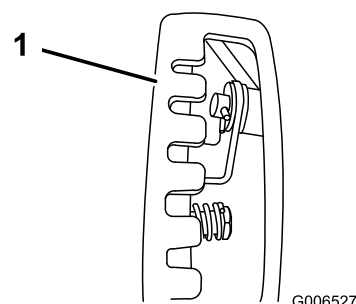

Figure 14
**Remarque:** Pour faciliter l'installation, regardez par l'ouverture du sélecteur de vitesses (Figure 14).